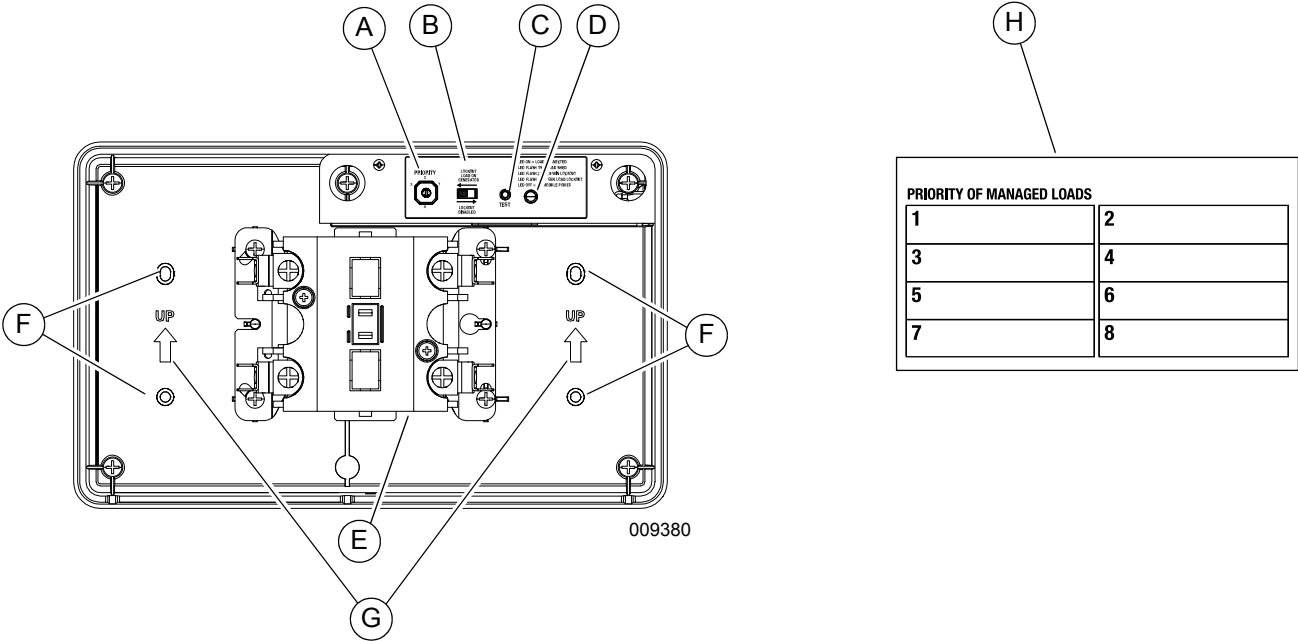
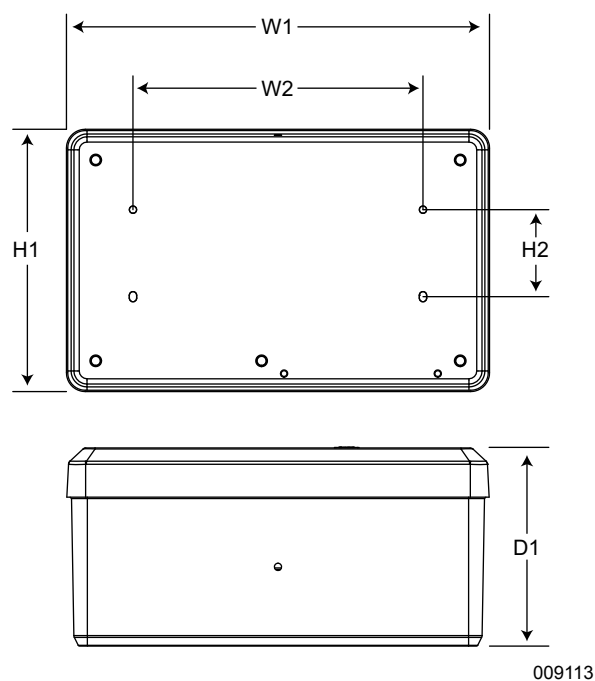

Figura 2-1. Controles y funciones de SMM
Figura 3-1. Dimensiones de montaje
3. Consulte **Figura 2-1**. Sostenga el gabinete del módulo SMM contra la superficie de montaje con las flechas apuntando (G) hacia arriba y marque o perforo cuatro orificios de montaje (F). Consulte la **Figura 3-1** para conocer las dimensiones de montaje si es necesario.